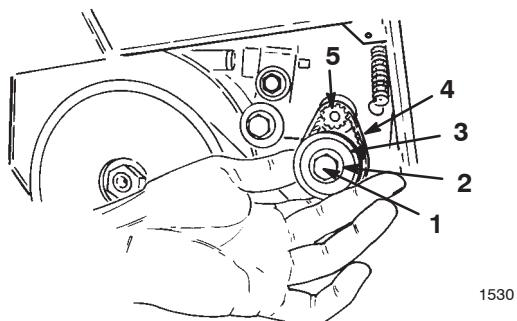

Figure 22
- Retirez les 2 rondelles et la petite poulie (Fig. 22).
- Déposez la petite courroie (Fig. 22) et mettez-la au rebut.
- Glissez la courroie par-dessus la poulie de l'arbre du moteur (Fig. 22).